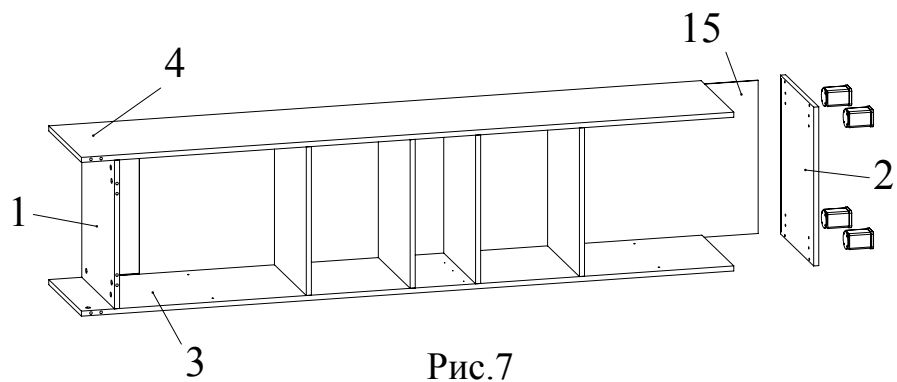

Рис.7
- Вставить стенку ДВП 15 в пазы боковин 3, 4, крышки 1 (Рис. 7).
- Соединить при помощи конфирматов 7x50 дно 2 с боковинами 3, 4 (Рис. 7).
- Прикрепить при помощи конфирматов опоры ко дну 2 (Рис. 7).